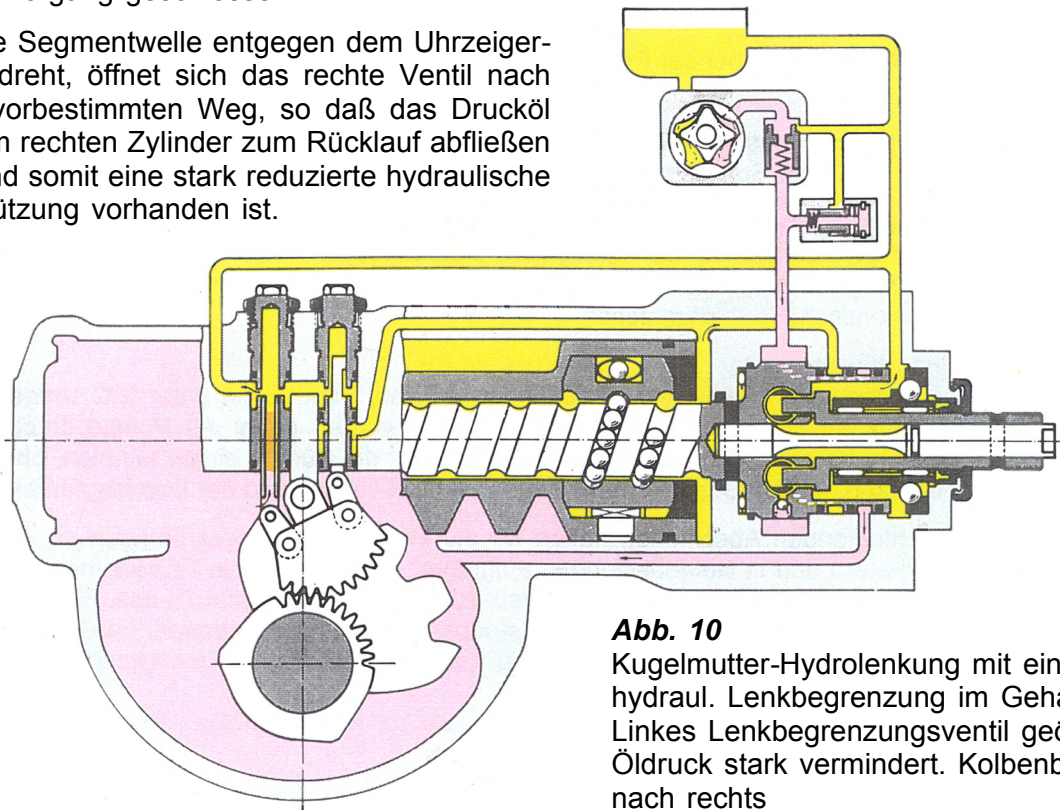

Abb. 10
Wenn die Lenkbegrenzungsventile sich im Gehäuse befinden - s. **Abb. 10** - sind die in den zwei Ventilbüchsen befindliche Ventilkolben über Laschen mit einem Zahnsegment verbunden. Dieses ist im Gehäusedeckel drehbar gelagert und steht mit einer auf der Segmentwelle befestigten Zahnscheibe im Eingriff. Diese Anordnung hat zur Folge, daß beim Drehen der Segmentwelle ein Ventilkolben nach oben und der andere nach unten bewegt wird.
- Bei Lenkungen, die die Lenkbegrenzungsventile im Gehäuse eingebaut haben (**Abb.10**): **wenn ein höherer Druck als 35 bar gemessen wird**, muß die entsprechende Ventilbüchse weiter **herausgedreht** werden (entgegen Uhrzeigersinn).